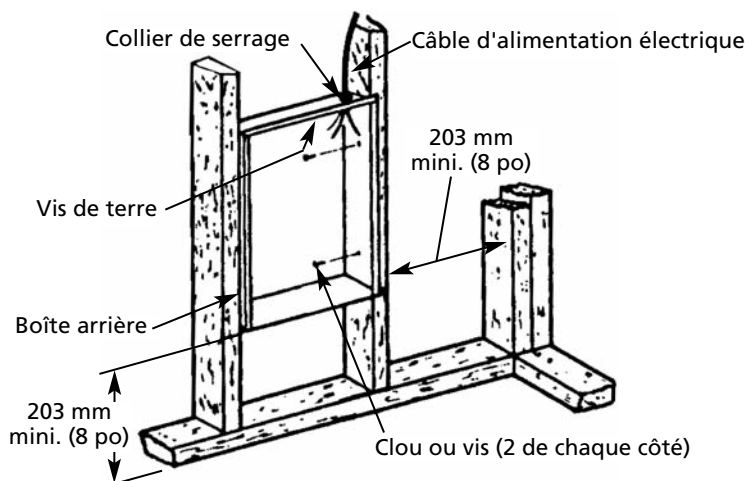

Figure 2 – Repérage de la boîte arrière encastrée dans une nouvelle construction
1. Boîte arrière de montage (voir la Figure 2).
- c. Fixer solidement la boîte arrière en position avec des vis à bois ou des clous, comme il est illustré à la Figure 2.
2. Câblage d'alimentation (voir la Figure 2).
2. Câblage d'alimentation électrique (voir la Figure 2).
- b. Fixer solidement la boîte arrière avec des vis à bois ou des clous voir la Figure 2.